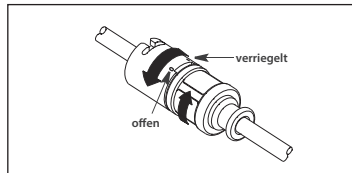

Abbildung 9
- b. Wenn ein Katheter-Kontaminationsschutz mit TwistLock Adapter verwendet wird, die obere Hälfte des distalen Ansatzes im Uhrzeigersinn drehen, um den Katheter zu arretieren. Das proximale Ende des Katheterschutzes wie gewünscht umpositionieren. Zum Arretieren die obere und untere Hälfte entgegengesetzt drehen. Den Adapter durch leichtes Ziehen am Katheter testen, um sicherzustellen, dass der Katheter gut festgehalten wird (siehe Abbildung 9).